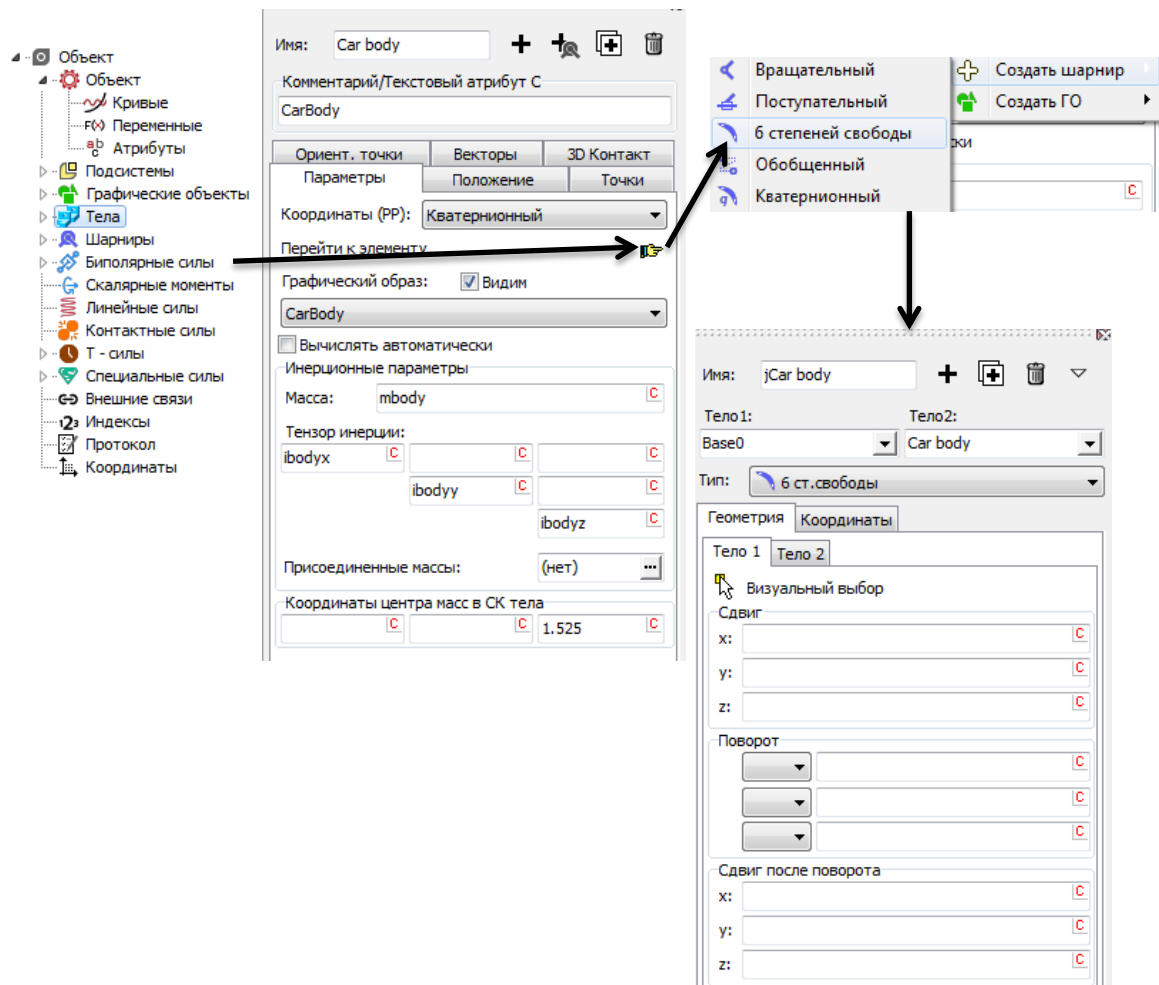

Рис. 2.18. Добавление кузова и его шарнира
- Щёлкнув на кнопке  (Перейти к элементу) задайте **присоединённый шарнир**, выбрав тип **6 степеней свободы**. Шарниру автоматически назначено имя **jCar body**. Данный шарнир назначает телу шесть степеней свободы: три декартовы координаты относительно СК0 и три угла ориентации в последовательности 1, 2, 3 (последовательные повороты вокруг оси X, затем Y и, наконец, Z), см. рис. 2.18.